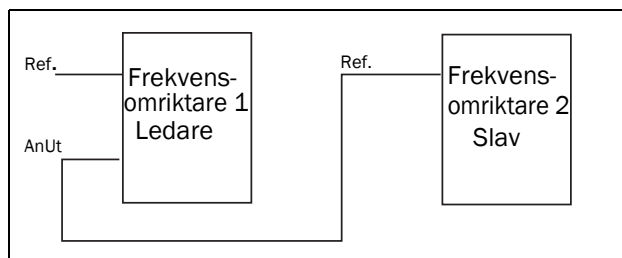

Fig. 129
- referenssignal för nästa frekvensomriktare i master/slav-konfiguration (se fig. 129).